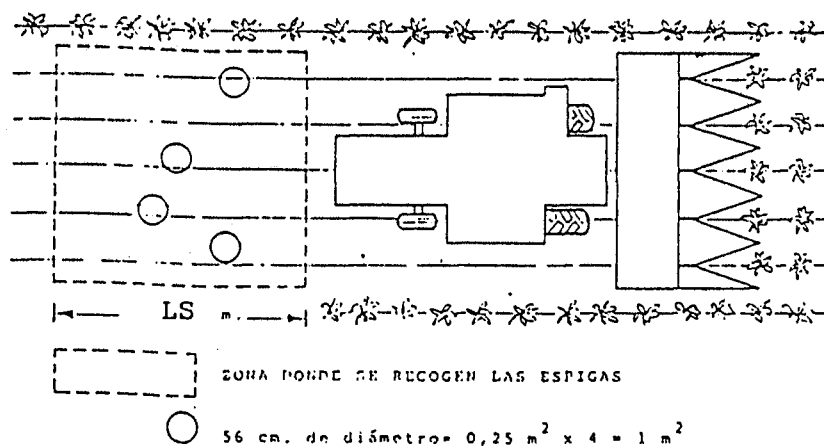

FIGURA 18. EVALUACION DE PERDIDAS EN COSECHADORA
- En el mismo lugar arrojar 4 veces un aro de 56 cm de diámetro, (Ø,25 m) tres veces fuera de la cola de la cosechadora y uno dentro de la misma (Figura 18).